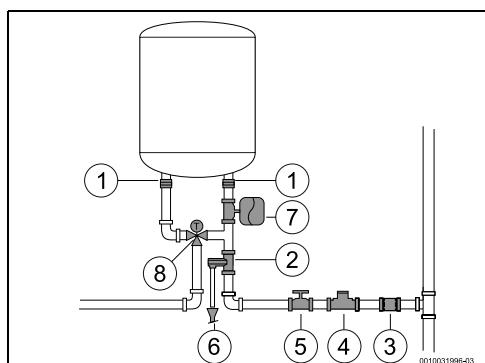

Fig. 13 Ligação de água (ES150/200)
- Instalar a válvula de segurança na entrada de água do termoacumulador. (Fig. 13, 14).
- ▶ instalar uma válvula redutora (Fig. 13, [4]).
- ▶ instalar um vaso de expansão (Fig. 13, [7]) para evitar que a abertura da válvula de descarga seja tão frequente. O volume do vaso de expansão deve ser o equivalente a 5% do volume do aparelho.
(→Fig. 13, 14).